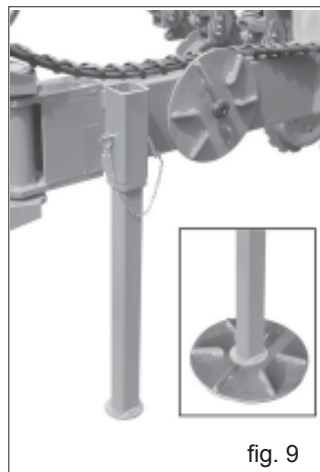

fig. 9
- 1) Abaisser les pieds de support (Fig. 9).